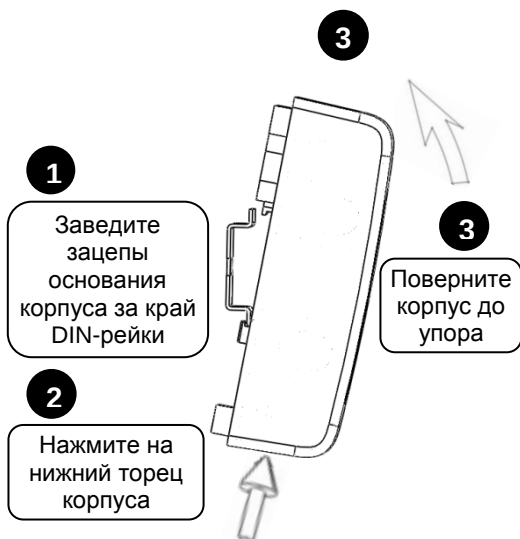

Рисунок 3. Крепление контроллера на DIN-рейку
3.3.1 Установите контроллер на DIN-рейку в порядке, указанном на рис. 3.